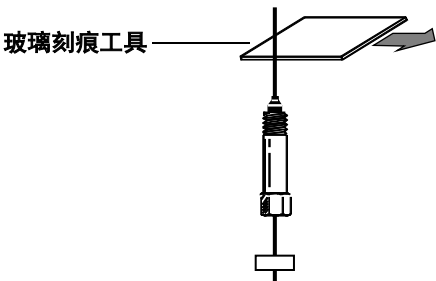

图 10 刻划色谱柱
- 2 使用玻璃刻痕工具刻划色谱柱。刻痕部位必须平直，确保截口整齐（图 10）。